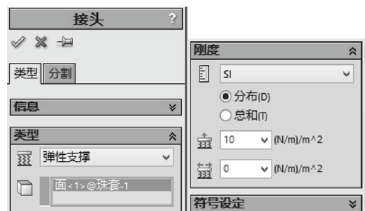

图 9-63 设置“弹性支撑”操作
STEP 5 右键单击“算例”树中“夹具”项，在弹出的快捷菜单中选择“弹性支撑”菜单项，打开“接头”属性管理器，然后选择“简化钢珠”的上表面为弹性支撑的压载面，并设置“弹性支撑”法向系数为 10N/s，用于模拟蝶形弹簧，如图 9-63 所示。